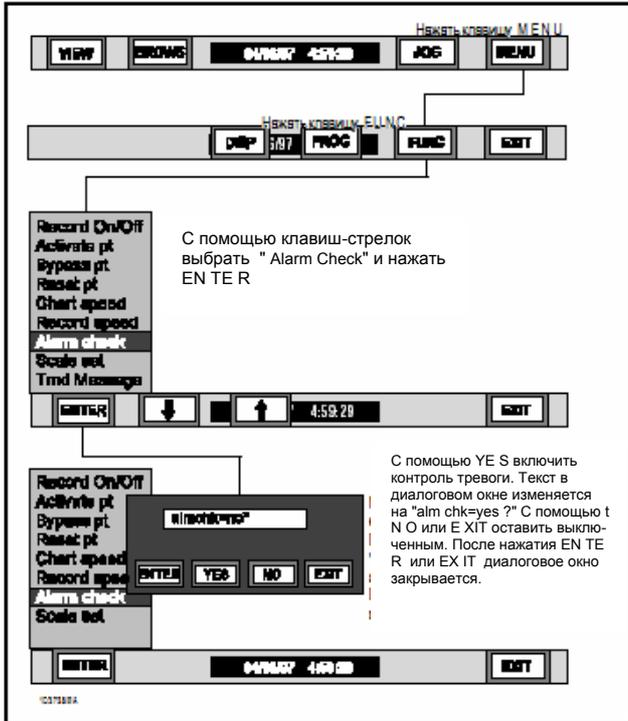

Рис. 3-38 Диаграмма процесса контроля тревоги
G. Контроль тревоги - Пункт меню "Alarm check" управляет процессом контроля тревоги. Если она отключена, то измеряемые величины не сравниваются с установленными предельными величинами, КОНТРОЛЬ ТРЕВОГИ НЕ ОСУЩЕСТВЛЯЕТСЯ. Для включения/выключения контроля тревоги см. рис. 3-38 и следующие указания: